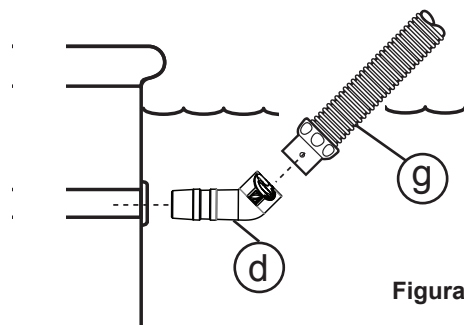

Figura 3
3. Incline el codo hacia arriba, hacia la superficie del agua (figura 3).